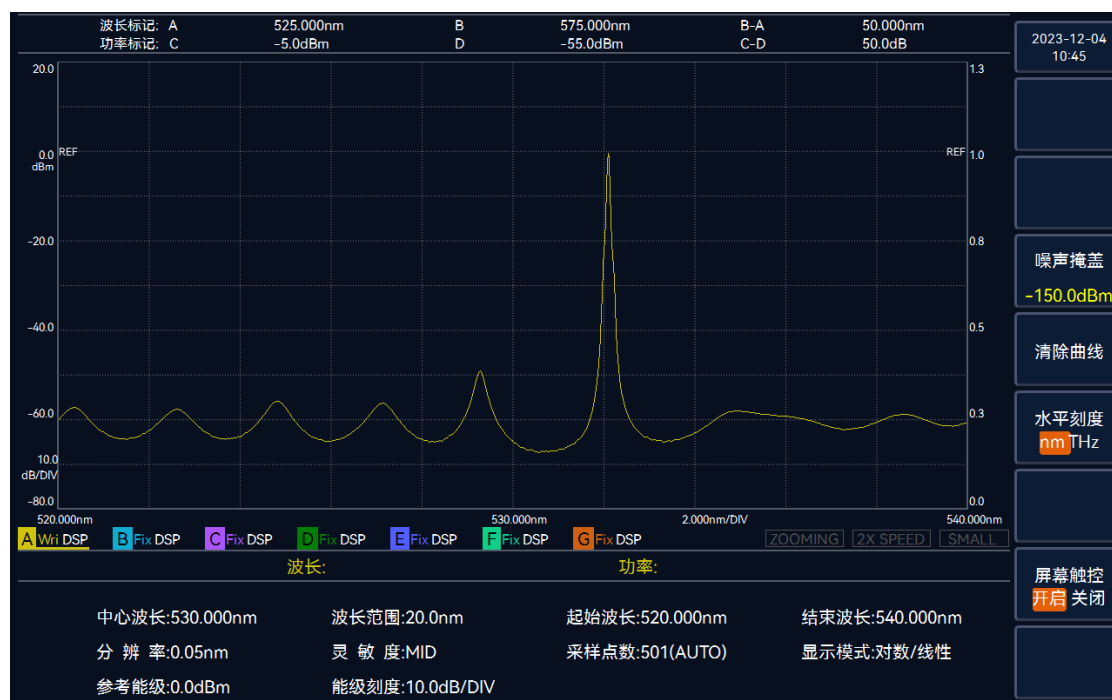

图 3.33 设置噪声掩盖界面
2. 选择【噪声掩盖】，通过旋钮或者数字键输入阈值，完成设置。操作界面如图 3.33 所示。